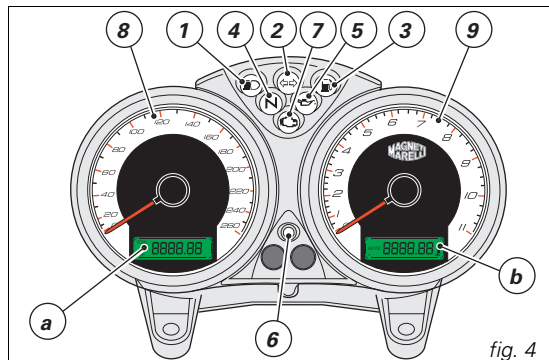

fig. 4
Tableau de bord (fig. 4)
Cette procédure permet, en cas de problèmes au système anti-démarrage, de désactiver la fonction « blocage du moteur », signalée par l'allumage du témoin ambre EOBD (7, fig. 4).
Le témoin EOBD (7, fig. 4) s'éteint après une durée fixée de 8 secondes.
4) Compter un nombre de clignotements du témoin EOBD (7, fig. 4) égal au premier chiffre du code secret.
1) si le code est reconnu, le témoin CODE (6, fig. 4) sur le tableau de bord, émettra un bref clignotement ; le système antivol a reconnu le code de la clé et désactive le blocage du moteur. En appuyant sur le bouton START (3, fig. 14. 1), le moteur démarre ;
2) si le témoin (6, fig. 4) ou le voyant EOBD (7, fig. 4) reste allumé, il signifie que le code n'a pas été reconnu. Dans ce cas, il est conseillé de ramener la clé sur la position OFF, puis de la remettre sur la position ON ; si le blocage persiste, faites une nouvelle tentative avec l'autre clé noire fournie. S'il est encore impossible de démarrer le moteur, faire appel au réseau d'assistance DUCATI.
3) Si le témoin (6, fig. 4) clignote, il signifie qu'un signal du système anti-démarrage (immobilizer) a été restauré (par exemple, avec la procédure de déblocage à l'aide de la poignée des gaz). En ramenant la clé sur OFF puis de nouveau sur ON, le témoin du système anti-démarrage devrait recommencer à fonctionner normalement (voir point 1).